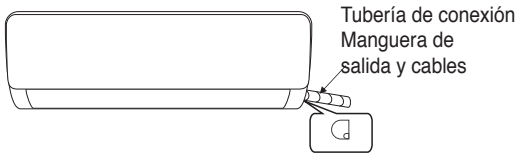
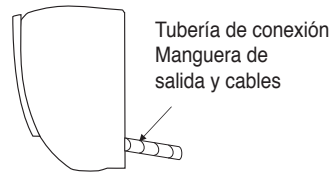

Fig.1
Fig.2
1. Dependiendo de la posición de la unidad, la tubería puede salir por el lado izquierdo o el lado derecho (Fig. 1), o verticalmente por la parte trasera (Fig. 2) (dependiendo de la longitud de la tubería de la unidad interior). En caso de salida lateral, debe bloquear la salida situada en el lado opuesto.